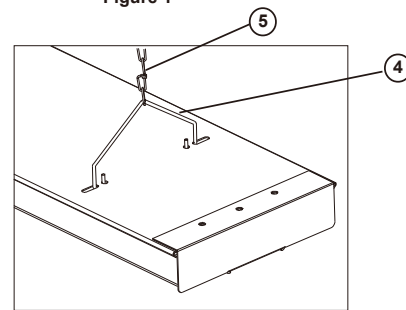

Figure 2
6. Attachez les supports de la chaîne à l'arrière du luminaire en introduisant chaque extrémité dans l'encoche ouverte et le trou. –Voir la fig. 2
6. Attach chain supports to rear of fixture by snapping each end into the open slot and hole. -See Fig. 2
6. Junte los soportes de cadena en la parte posterior del montaje; para ello, presione cada extremo en la ranura y orificio abierto. Vea Fig. 2